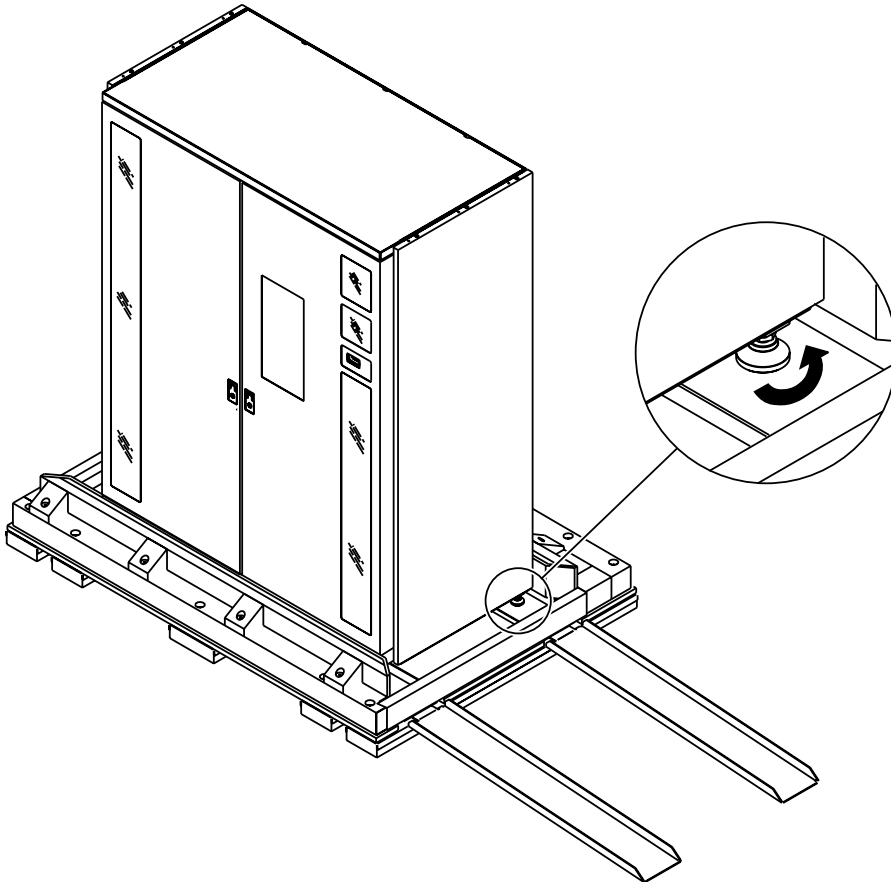

図4-11: 水平脚を上げる
- ライブラリの4つの水平脚が上がっていることを確認します。ライブラリの荷重が水平脚の上にかかっている場合は、それぞれの水平脚を右に回して（アクセサリキットに同梱の3/4インチ オープン エンド レンチを使用）パレットよりも1.3cm上の位置になるようにします（図4-11を参照）。